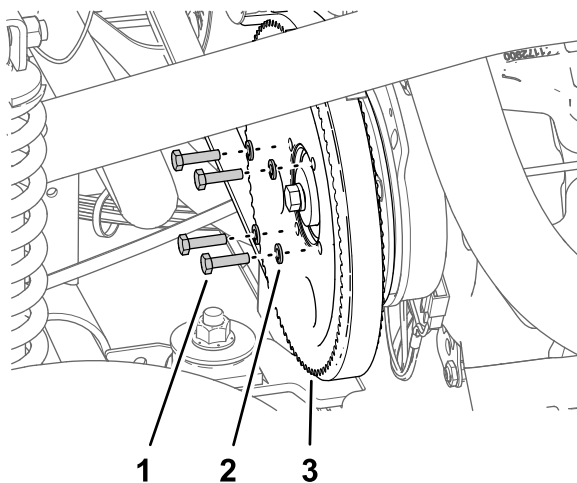

Figura 219
3. Retire los 4 pernos ($\frac{1}{4}$ " x 1") y las 4 arandelas de freno ($\frac{1}{4}$ ") que sujetan la polea a la bomba de fumigación (Figura 219).